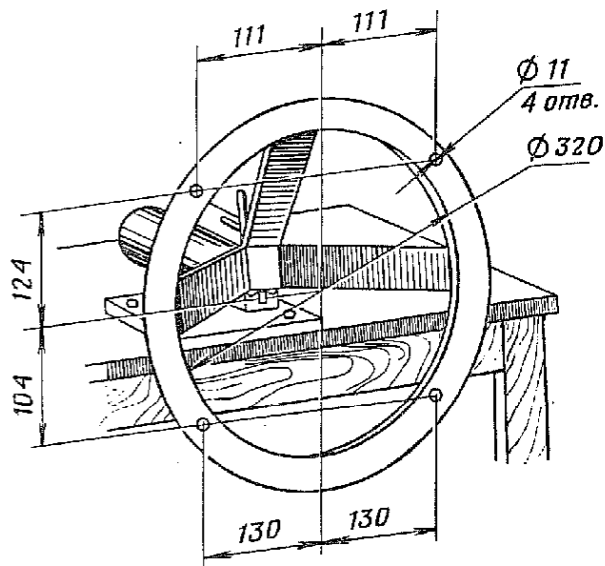

Рис. 23. Приспособление для крепления двигателя при разборке и сборке
1.2. Установить двигатель на приспособление (приспособление для разборки и сборки двигателя, рис. 23).
1.2. Установить двигатель на приспособление (рис. 23) для разборки.